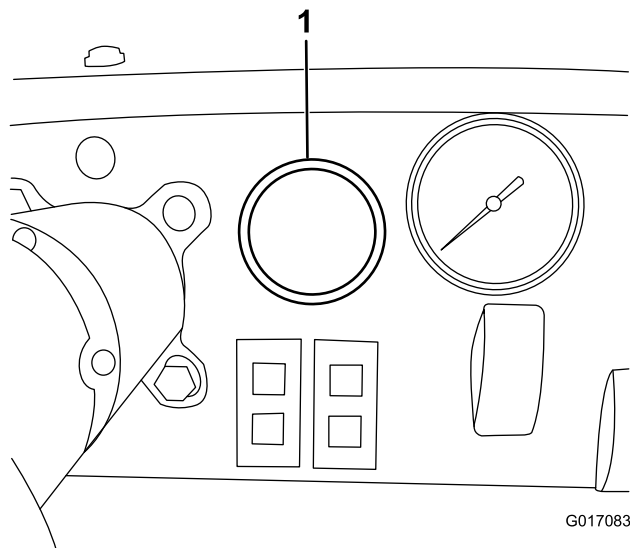

Figura 2
1. Retire el tapón del salpicadero de la máquina, e instale el velocímetro en su lugar (Figura 2).